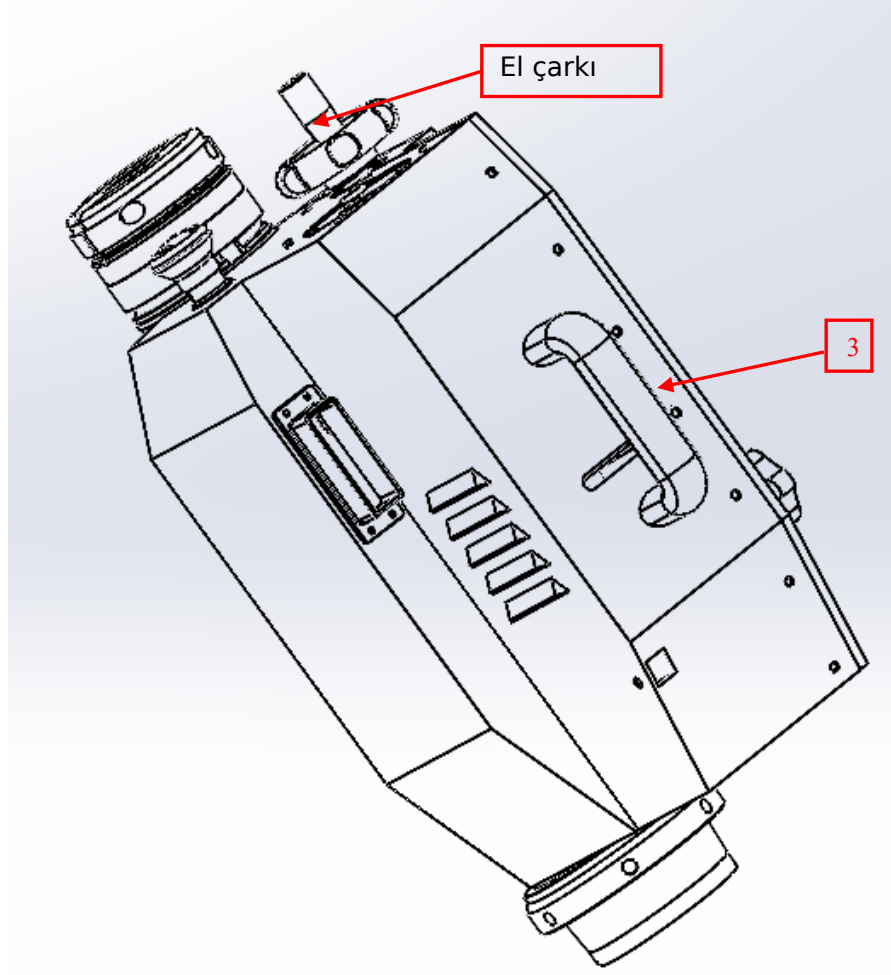

Figure 2.2
2.1.6 Figure 2.2 - position 3'te gsterildiĐi gibi gvdeyi st kısımda sabitleyen vidaları skn;